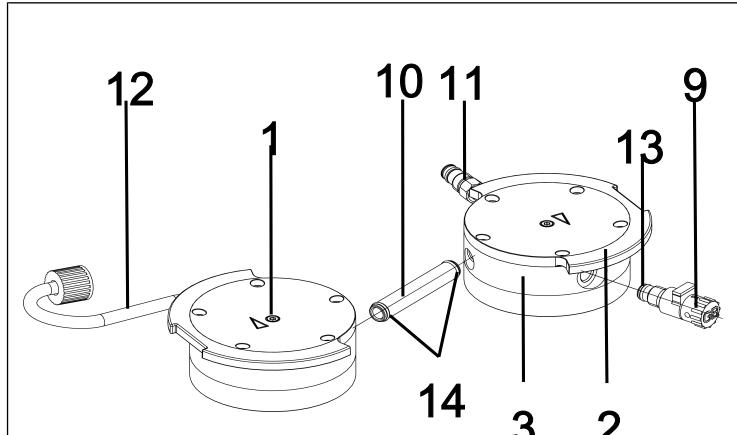

Fig.15: Sustitución de las juntas tóricas
2. Extraer el tubo de conexión (10/Fig. 15) de la tapa del cabezal (3).
- i** Las dos conexiones de manguera (11) y (12) permanecen montadas en las tapas del cabezal.
3. Sustituir las dos juntas tóricas (14) del tubo de conexión (10/Fig. 15).
4. Aflojar el tornillo con cabeza interior (1) de cada uno de los dos cabezales de la bomba.
5. Extraer las dos placas de presión (2) junto con los dos tornillos con cabeza interiores (1).
6. Desenroscar el lastre de gas (9/Fig. 15) de la tapa del cabezal (3).
7. Sustituir la junta tórica (13) del lastre de gas (9/Fig. 15).
8. Enroscar el lastre de gas (9/Fig. 15) hasta el tope en la tapa del cabezal (3) correspondiente. A continuación, girarlo de nuevo hacia atrás hasta que la superficie esté alineada hacia arriba.
6. Desechar adecuadamente las placas de válvula/juntas (4) reemplazadas.
7. Introducir el tubo de conexión (10/Fig. 15) de nuevo en las dos tapas del cabezal (3).